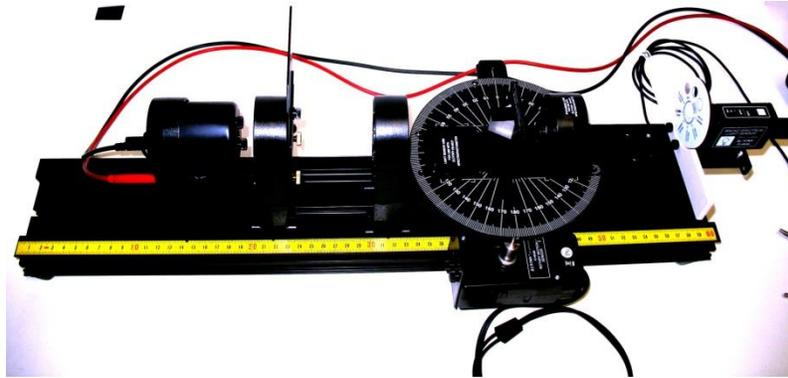

Figura 1
Con la finalidad de optimizar el tiempo destinado a la realización de la presente práctica de laboratorio la mayor parte del equipo citado en el apartado anterior lo encontrará ensamblado según se muestra en la Figura 1.
- d. Como podrá observar y verificar en la Figura 1 el brazo móvil del transportador angular permite la colocación del prisma dispersor y un porta componente especial para una lente que permite enfocar la luz proveniente